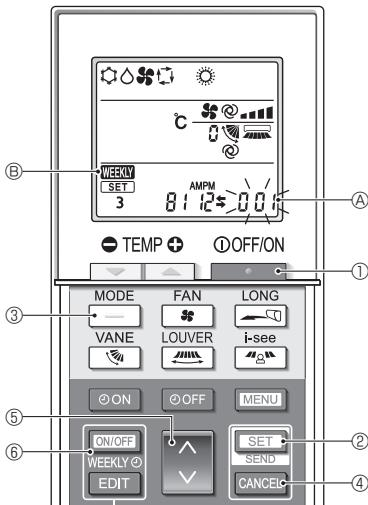

Fig. 5-16
5.13.8. Otomatik mod çalışmasının devre dışı bırakılması (Fig. 5-16)
- Klimayı durdurmak için **OFF/ON** düğmesine ① basın.
- Haftalık zamanlayıcı etkinleştirilmişse, zamanlayıcıyı devre dışı bırakmak için **ON/OFF WEEKLY** düğmesine ⑩ basın. (**WEEKLY** Ⓐ kaybolur.)
- 2.5 saniye boyunca **SET** düğmesine ② basın.
3. **↑** **↓** düğmesine ⑪ basın.
- Ayarları tamamlama (Fig. 5-16)
- 5 saniye boyunca **SET** düğmesine ② basın.